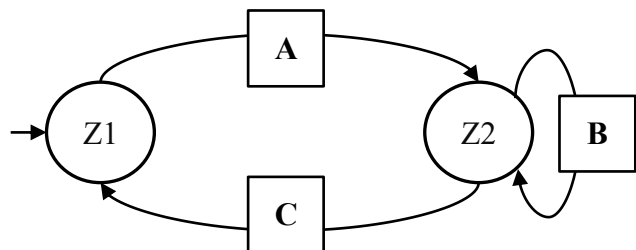

Bild 5.2: Automat mit fehlenden Übergängen
- d) Geben Sie die Zustandsübergänge A, B und C an, damit der Automat (Bild 5.2) der Übergangstabelle (Tabelle 5.1) entspricht.